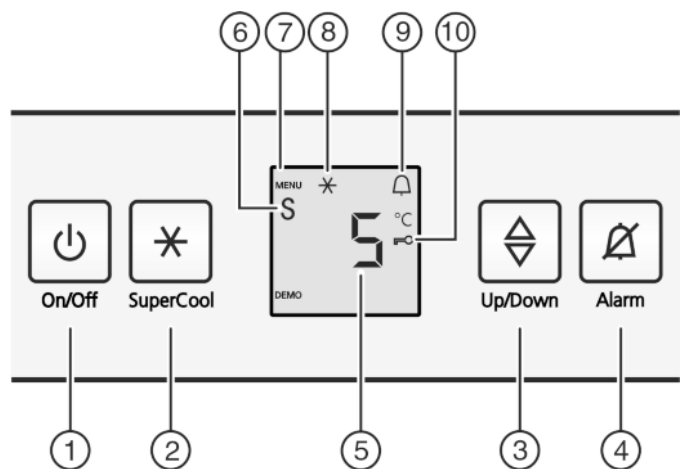

Fig. 2
- ▶ Aan/uit-toets *Fig. 2 (1)* indrukken.
- ▶ Instelmodus activeren: Druk de toets SuperCool *Fig. 2 (2)* ca. 5 s in.
- ▷ Het symbool Menu *Fig. 2 (7)* is verlicht.
- ▶ Met de insteltoets *Fig. 2 (3)* **c** kiezen.
- ▶ Druk kort op de toets SuperCool *Fig. 2 (2)* om te bevestigen. Als in de display **c1** wordt aangegeven:
- ▶ om de kinderbeveiliging in te schakelen, drukt u kort op de toets SuperCool *Fig. 2 (2)*.
- ▷ Het symbool kinderbeveiliging *Fig. 2 (10)* brandt. Op de display knippert **c**. Als in de display **c0** wordt aangegeven:
- ▶ om de kinderbeveiliging uit te schakelen, drukt u kort op de toets SuperCool *Fig. 2 (2)*.
- ▷ Het symbool kinderbeveiliging *Fig. 2 (10)* dooft. Op de display knippert **c**.
- ▶ Instelmodus deactiveren: toets On/Off *Fig. 2 (1)* indrukken.
- ▶ Toets Alarm *Fig. 2 (4)* indrukken.
- ▷ Het symbool Menu *Fig. 2 (7)* brandt.
- ▶ Om de sabbathmodusfunctie op te roepen: Druk kort op de toets SuperCool *Fig. 2 (2)*.
- ▶ **Voor het inschakelen** van de sabbathmodus de toets SuperCool *Fig. 2 (2)* kort indrukken.
- ▶ **Voor het uitschakelen** van de sabbathmodus de toets SuperCool *Fig. 2 (2)* kort indrukken.
- ▶ Instelmodus deactiveren: Druk op de toets On/Off *Fig. 2 (1)*.
- ▷ In de temperatuurweergave wordt het symbool Sabbathmodus *Fig. 2 (6)* weergegeven zolang de sabbathmodus actief is.
- ▶ Temperatuurfunctie oproepen: Druk de insteltoets Fig. 2 (3) in.
- ▶ Temperatuur in $1\text{ }^{\circ}\text{C}$ stappen wijzigen: Druk de insteltoets Fig. 2 (3) net zo vaak in, totdat de gewenste temperatuur op het temperatuuronbeeld oplicht.
- ▶ Toets SuperCool Fig. 2 (2) kort indrukken.